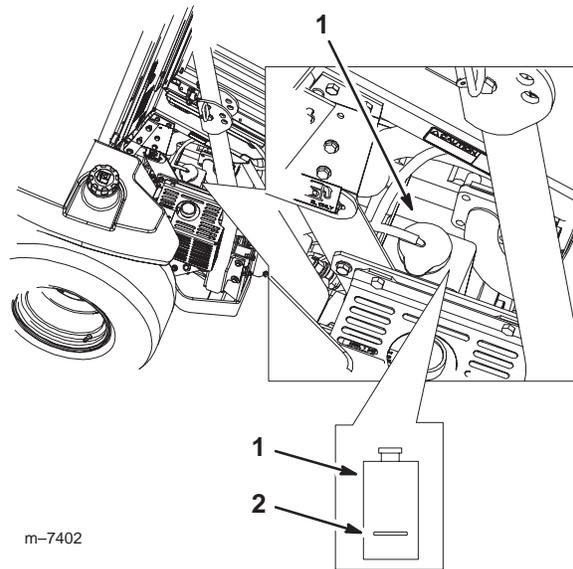

Figure 47
3. Lorsque le moteur est froid, vérifiez le niveau de liquide dans le réservoir de trop-plein. Le liquide doit atteindre la bosse à l'extérieur du réservoir (Fig. 47).
4. Si le niveau de liquide est insuffisant, versez un mélange 50/50 d'antigel longue durée/Dex-Cool^l et d'eau dans le réservoir de trop-plein (Fig. 47).
5. Versez suffisamment du mélange 50/50 dans le réservoir pour atteindre le trait de repère (Fig. 47).
6. Retirez les débris accumulés sur le faisceau du radiateur et sur le moteur (Fig. 47).